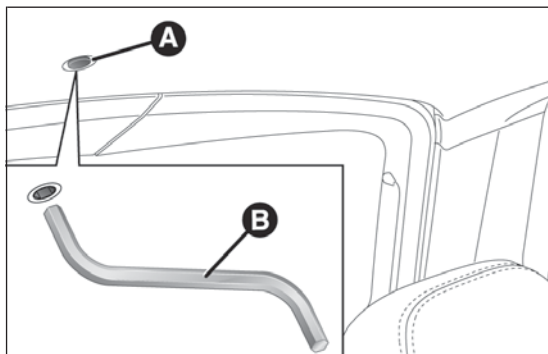

fig. 71
- ☐ rimuovere il tappo di protezione A fig. 71 ubicato sul rivestimento interno;